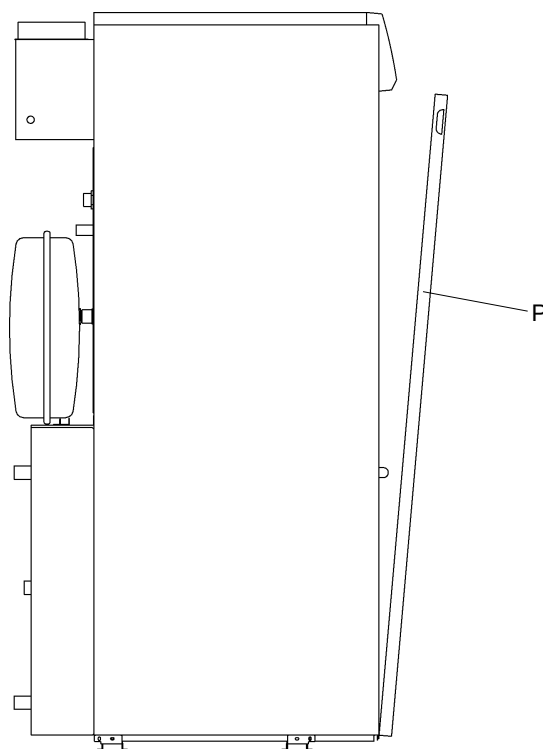

Fig. 2.5
- quitar el panel delantero (P) de la estructura de revestimiento (fig. 2.5)